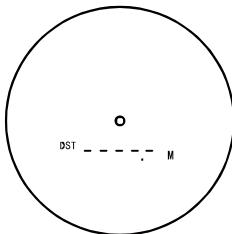

Рисунок 1
- Prima o botão LIGAR/MEDIR para ligar/desligar o dispositivo. Por predefinição, o telémetro ativa o modo de medição de distância (Fig. 1)..
- Нажмите кнопку ВКЛЮЧЕНИЯ/ИЗМЕРЕНИЯ для включения или выключения прибора. По умолчанию дальномер начинает работу с режима измерения расстояния (рис. 1).